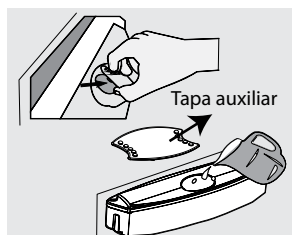

Figura 42
- Llene el tanque del dispensador como lo indica la figura 42, levantando la tapa tanque auxiliar.
- Si el nivel del agua se reduce a más de la mitad, el caudal de suministro de agua se reducirá. (Figura 42).